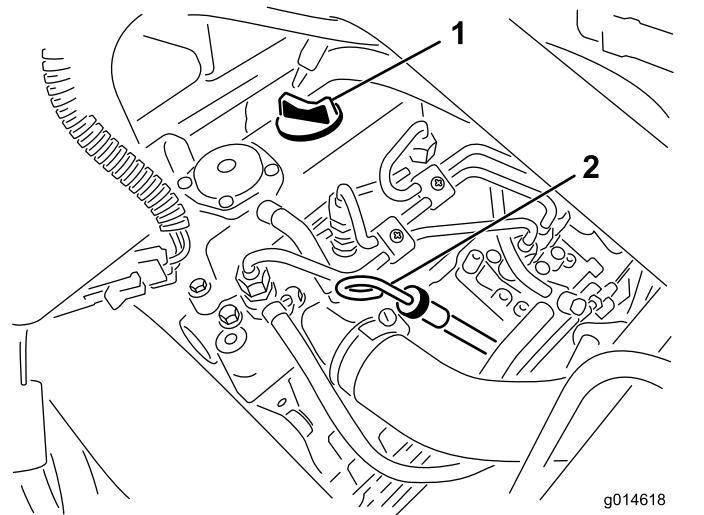

Figura 28
2. Remova a vareta de nível e limpe-a com um pano limpo (Figura 28).